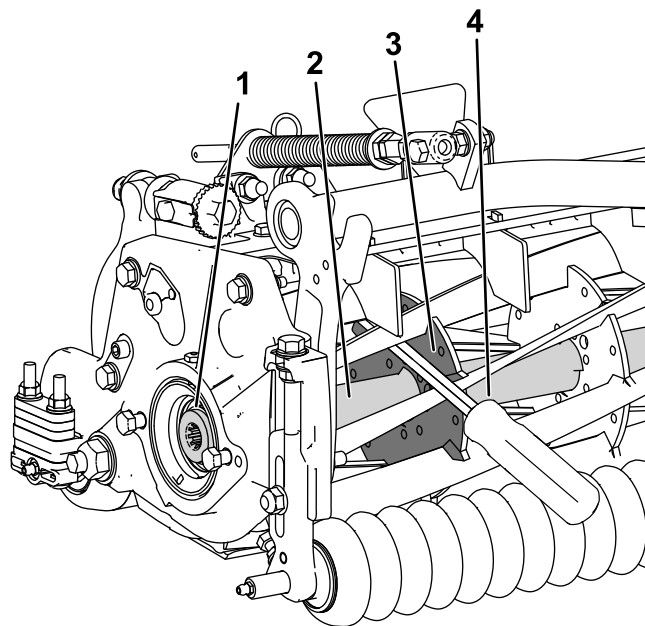

Figura 29
1. Insira um pé de cabra de cabo longo (recomendado $\frac{3}{8}$ pol. x 12 pol. com pega de chave de parafusos) através da frente do cilindro de corte, o mais próximo do lado da unidade de corte que irá apertar (Figura 29).
2. Coloque o pé de cabra contra o lado soldado do reforço interno do cilindro de corte (Figura 29).